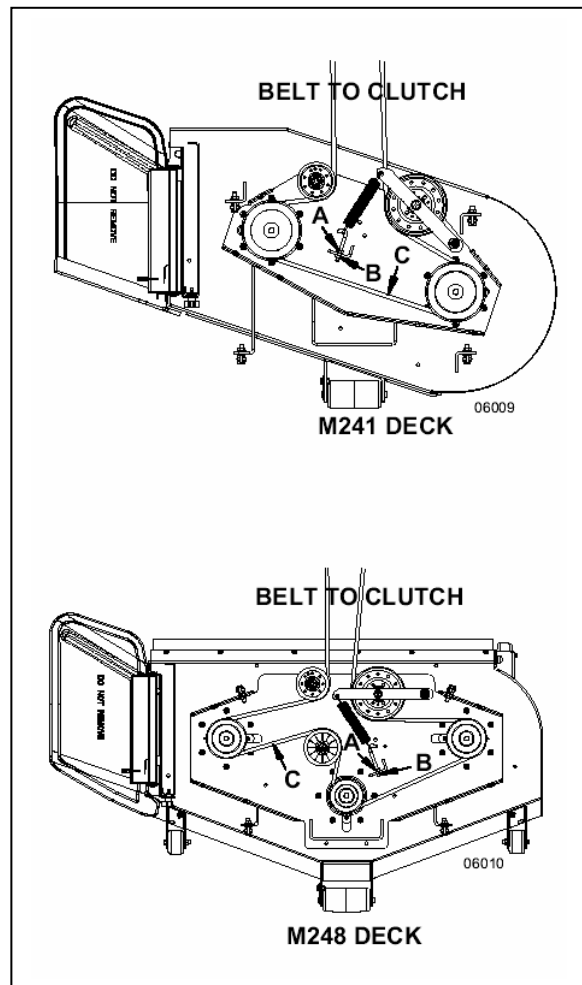

Fig. 21
(Se fig. 21)
2. Løsn låsemøtrikken (A) og drej møtrikken (B) tilbage (mod uret) indtil spændingen er taget af den gamle rem (C) og den kan løftes væk fra klipperskjoldets remskiver.
3. Monter den nye rem i overensstemmelse med fig. 21 for at sikre korrekt remføring.